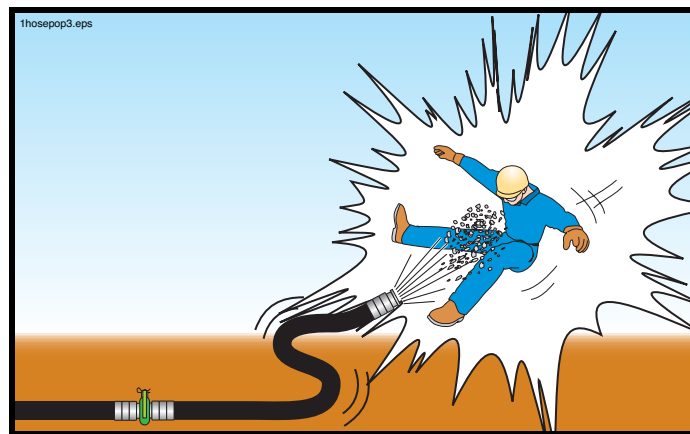

Figura 15
⚠️ ADVERTENCIA ¡No deje bajar demasiado el nivel de concreto que hay en la tolva! Si aire es absorbido en los cilindros del material, la bomba comprimirá el aire. El aire comprimido siempre representa un peligro cuando es expulsado a través de la tolva o de la tubería de descarga (Figura 15). Si entra aire en los cilindros de material, siga los pasos siguientes para minimizar el peligro:
3. Las personas que se encuentren en el extremo de descarga o cerca de la línea de distribución deberán ser advertidos que se alejen hasta tanto todo el aire haya sido purgado. El personal se debe mover a una distancia prudente y razonable mas allá del área de movimiento de la manguera o del punto de descarga, y se debe usar el equipo personal de protección (PPE) (Figura 15).
6.12  **ADVERTENCIA** Cuando esté cebando inicialmente el sistema de descarga, cuando vaya a rearrancar después de mover la máquina o después de agregar o quitar mangueras, cuando se intenta eliminar una obstrucción haciendo “mecer” el concreto, o si ha entrado aire en la línea, advierta a todos que se mantengan alejados del extremo de descarga hasta tanto el concreto esté fluyendo constantemente y no haya movimiento del sistema de descarga. El personal se debe mover a una distancia prudente y razonable mas allá del área de movimiento de la manguera de extremo o del punto de descarga, y se debe usar el equipo personal de protección (PPE) (Figura 15).